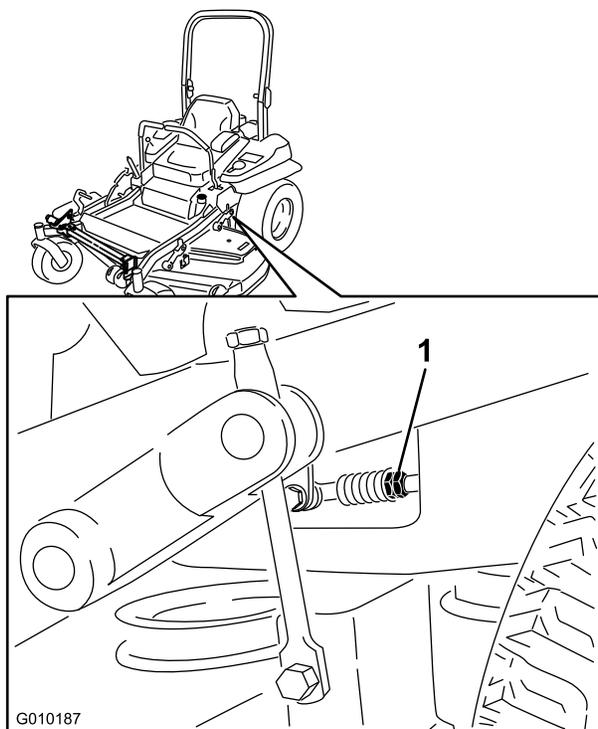

Figura 80
8. Ajuste la longitud de las varillas de control de las bombas girando las tuercas dobles de la varilla en el sentido apropiado, hasta que las ruedas se muevan ligeramente en marcha atrás (Figura 80).